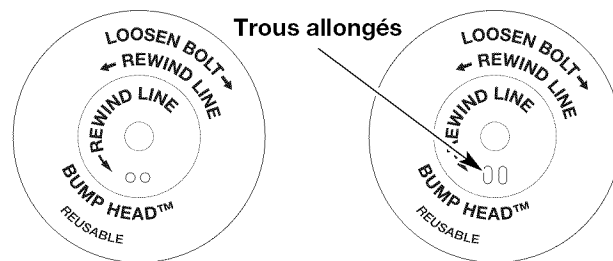

Fig. 30
**REMARQUE :** le SplitLineMC peut être utilisé seulement avec le moulinet intérieur à trous allongés. Le fil simple peut être utilisé avec les deux sortes de moulinet intérieur. Identifiez votre type de moulinet en vous référant à la Figure 30.